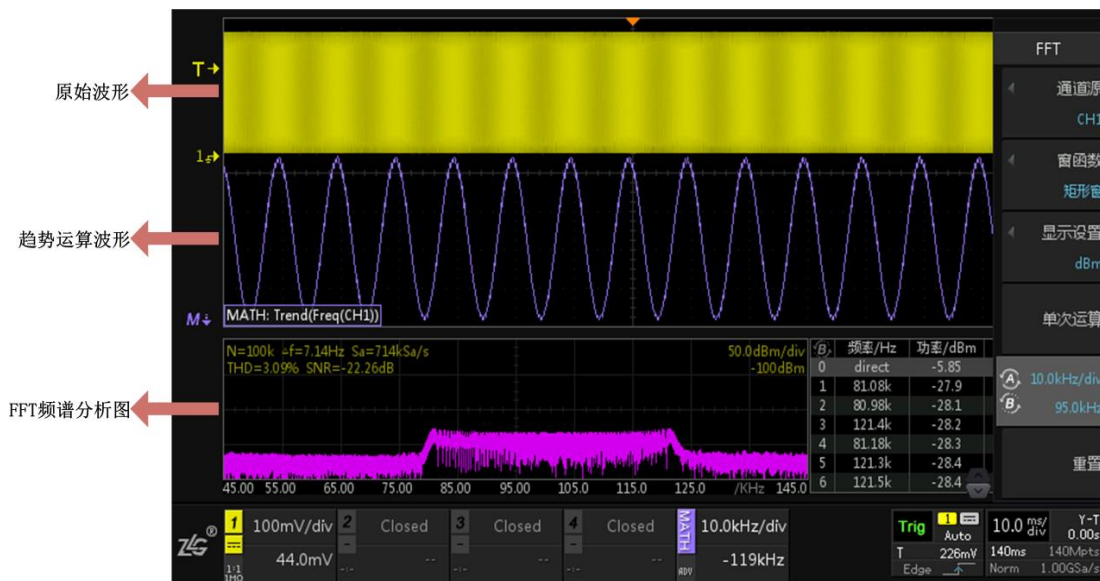

图 18.18 趋势分析
- 点击“FFT”可清晰的看到调频信号的频谱分布情况，如图 18.18 所示；